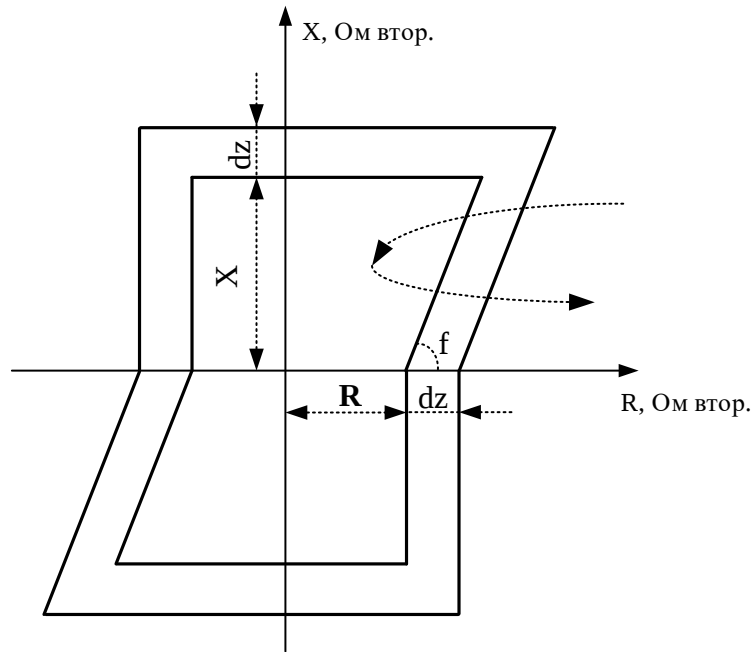

Рисунок 6.17 – Характеристика блокировки при качаниях
2. Рабочая точка перемещается из внешней зоны в зону действия (рисунок 6.17), при этом находится в дельта-зоне больше заданного времени **Tdz**. Для качаний частотой до 4–5 Гц $Tdz=20$ мс.